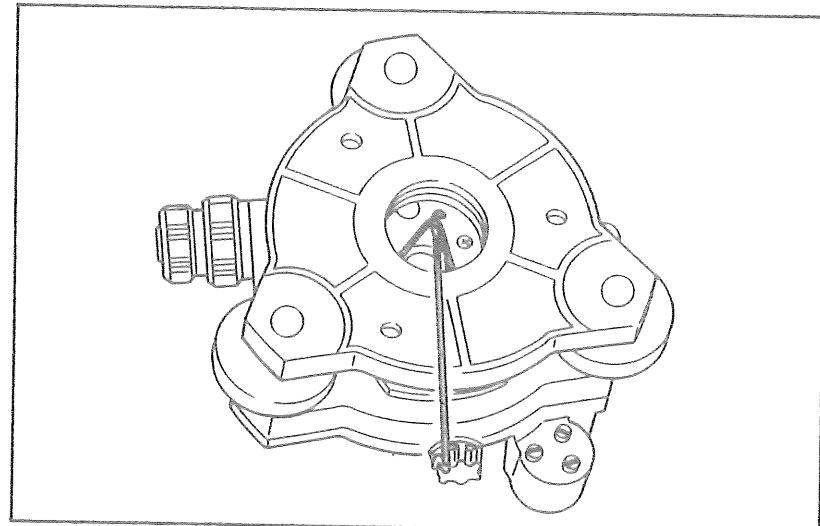
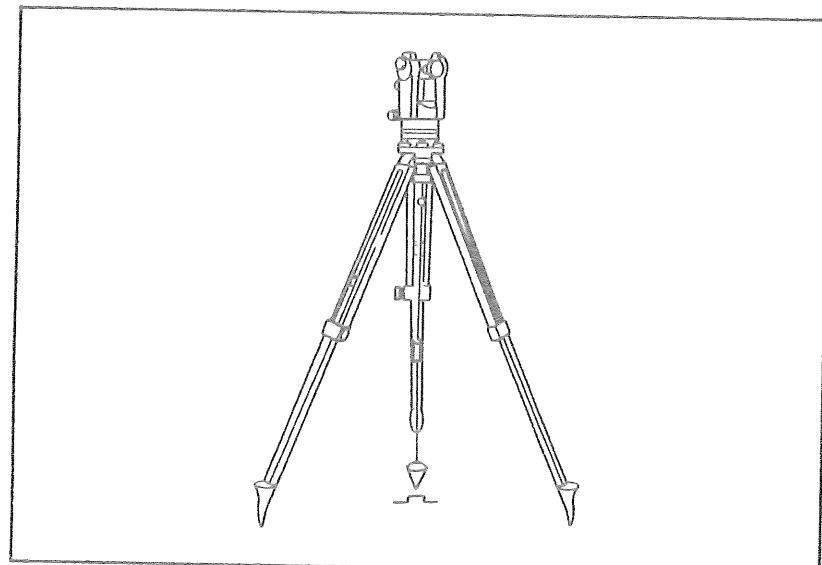

図15
図16
- ①垂球吊紐の掛け金をケースの工具入れから取り出し、本機の底板中心ねじの奥にあるV字金具に引っ掛けます。(図15)
- ②吊紐の掛け金を定心桿の穴に通して、本機を脚頭にのせ、定心桿を底板中心ねじにねじ込み、固定します。
- ③垂球を掛け金に引っかけ、自在金で紐の長さを調節し、垂球尖端を測点の高さに近づけます。(図16)
- ④定心桿をわずかに緩め、本機の整準台外周を両手で支え、脚頭上をすべらせて、垂球尖端を測点の中心にだいたい( $\pm 10\text{mm}$ )合わせます。
- ⑤センタリング装置のクランプを緩め、装置を摺動して垂球尖端を測点の中心に一致させます。